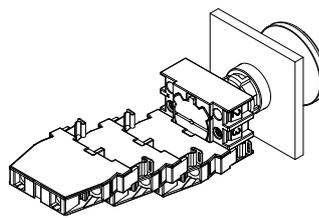
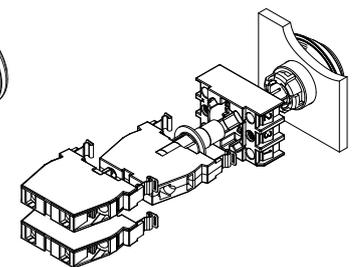

Fig. 2
Fig. 3
2. Montage des éléments de contact EF par encliquetage dans les positions 1 à 3 de l'embase de fixation (voir Fig. 2). La position centrale (no. 3) est prévue pour le montage des éléments lumineux des organes illuminés (voir Fig. 3).